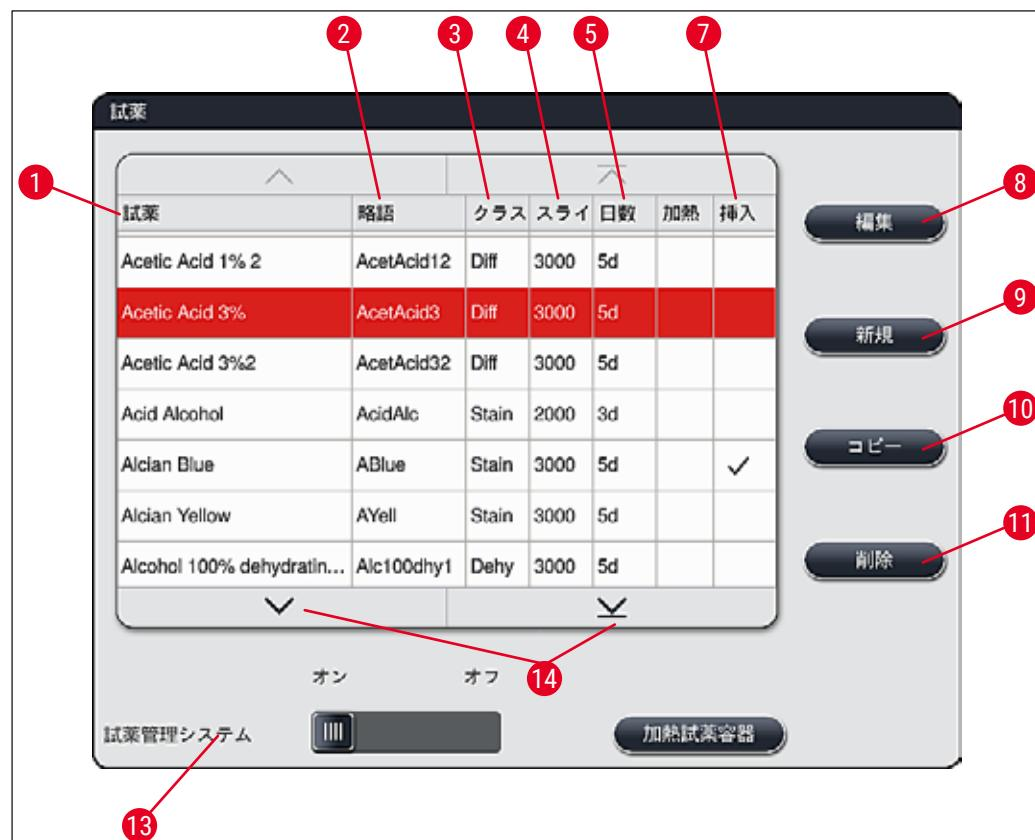

図 36
- ・試薬リスト（→「図36」）でコピーする試薬をタッチ（選択）し、「コピー」（→「図36-10」）ボタンを押します。
- ・試薬リスト（→「図36」）で変更する試薬をタッチ（選択）し、「編集」（→「図36-8」）ボタンを押します。